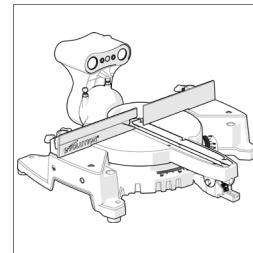

Abb. 1a
- Tisch und Gehrungshals. (**Abb. 1a**)